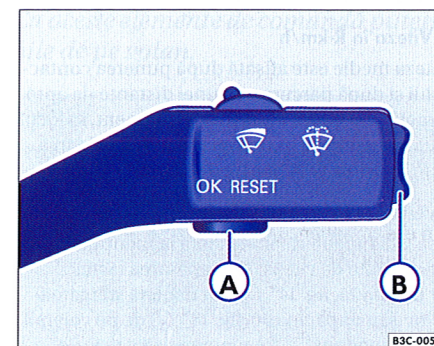

Fig. 14 Ștergătoarele de parbriz și maneta de acționare a ștergătoarelor: Tasta **A** și butonul basculant **B**
– Cu contactul pus, apăsați scurt tasta ⇒ **fig. 14** **A** din maneta ștergătoarelor sau tasta **[OK]** de pe volanul multifuncțional¹³⁾ ⇒ pagina 20, **fig. 13"** **6**, pentru a comuta între cele două memorii.
În indicatorul multifuncțional puteți comuta între următoarele afișaje, prin acționarea butonului basculant ⇒ pagina 25, fig. 14" ③ din maneta ștergătoarelor sau prin apăsarea tastelor [A] sau [V] ⇒ pagina 20, fig. 13" de pe volanul multifuncțional¹³⁾:
Această funcție vă poate ajuta la menținerea unor limite de viteză. Prin apăsarea tastei ⇒ pagina 25, fig. 14" ④ din maneta ștergătoarelor sau ⇒ pagina 20, fig. 13" ⑥ de pe volanul multifuncțional¹³⁾, se memorează viteza actuală. Pe display se afișează de ex. Avertizare la 120 km/h. La depășirea vitezei memorate se emite o avertizare acustică și se afișează un text, până când viteza se va reduce la cel puțin 4 km/h sub viteza memorată. Printr-o nouă apăsare a tastei [OK] funcția se dezactivează. Pe display apare Avertizare la --- km/h.